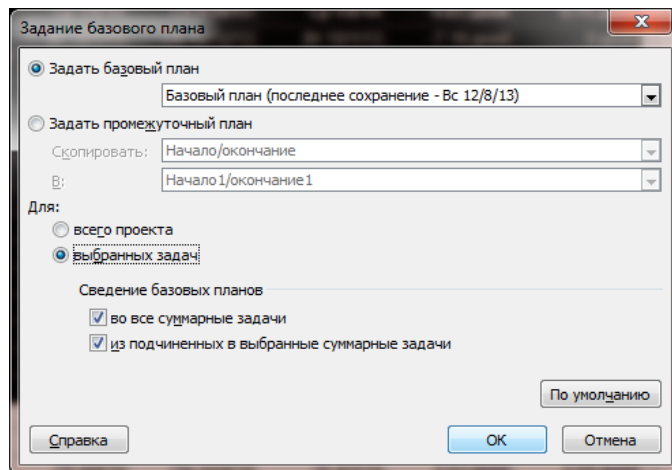

Рис. 18. Зміна базового плану
- 2) «Сервіс» - «Відстеження» - «Задати базовий план»: встановити перемикач «Для: обраних завдань» (рис. 18).